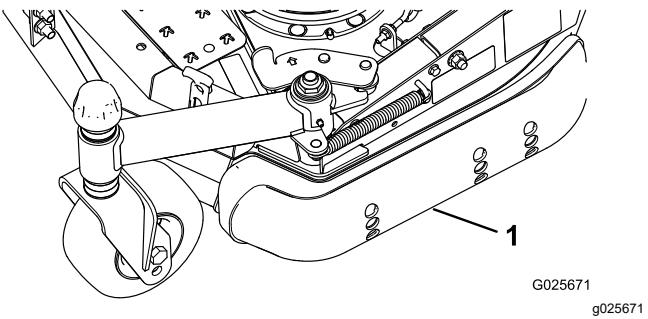

Figura 6
- Afloje el tornillo situado en la parte delantera de cada patín. (Figura 6).